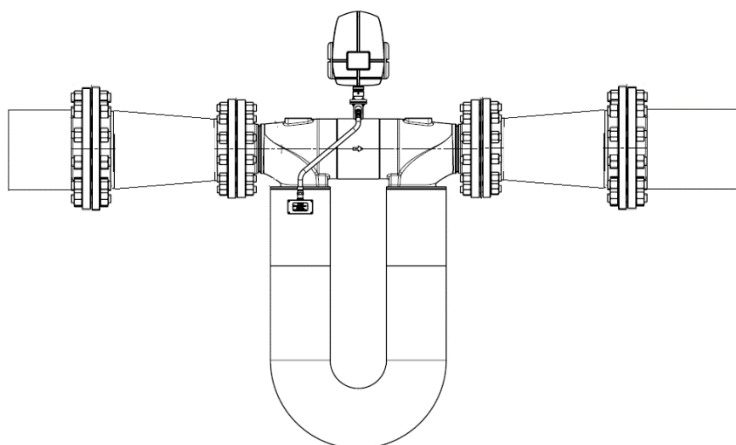

Рисунок 7 – Монтаж расходомера с переходами
2.2.8 Избегайте резких ступенчатых изменений диаметров трубопровода. Рекомендуется использовать переходы типа конфузоров и диффузоров для обеспечения более плавного перехода при большой разнице между диаметром трубопровода и фланцами расходомера. Пример см. рисунок 7.